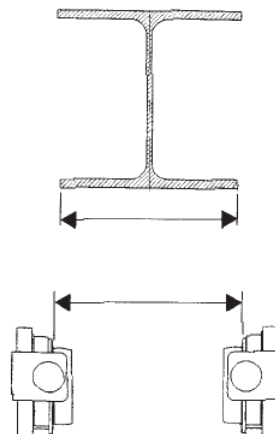

fig.14
- Vérifier la largeur de l'aile de la poutre qui doit correspondre à la largeur prévue pour les roues du chariot (fig.14).